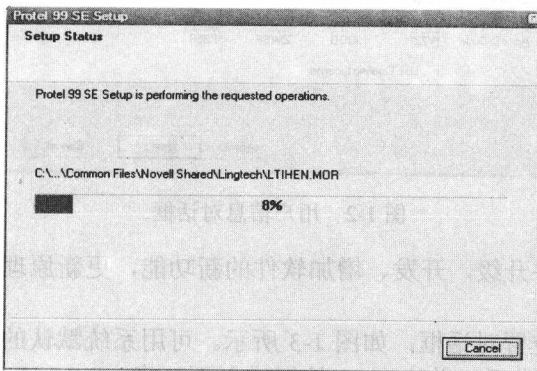

图 1-7 安装运行状态对话框
⑦ 单击 Next 按钮进入下一步，弹出安装运行状态对话框，如图 1-7 所示。这个运行可能要花费几分钟的时间。